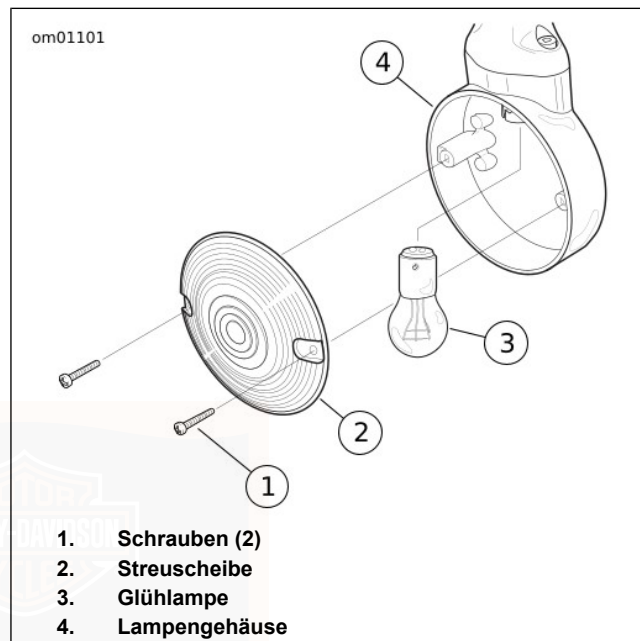

Abbildung 49. Blinker-Baugruppe: Flachglasausführung
1. Siehe Abbildung 49. Die zwei Schrauben entfernen, mit denen die Streuscheibe am Scheinwerfergehäuse befestigt ist. Streuscheibe abnehmen.